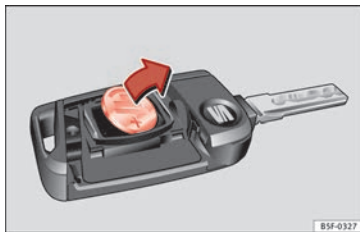

Fig. 133 Llave del vehículo: extracción de la pila.
- Extraiga la pila del compartimento con un objeto fino adecuado **» fig. 133.**
- Coloque la pila nueva tal como se muestra **» fig. 133** y presiónela en el compartimento para la pila en sentido contrario a la flecha **» ⚠.**